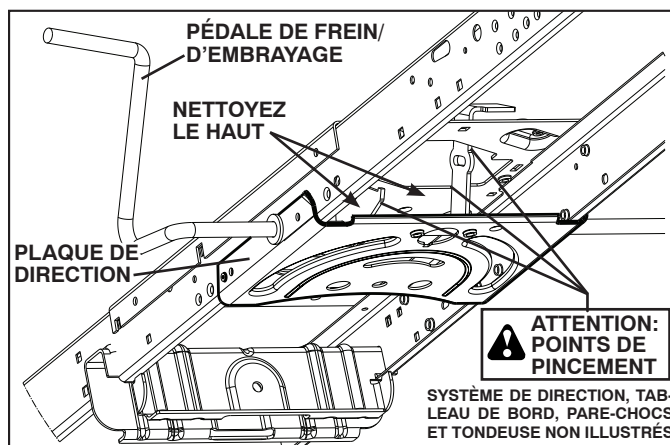

Fig. 19
**ATTENTION :** Évitez les points de pincement et les pièces mobiles. (Voir la Fig. 19)